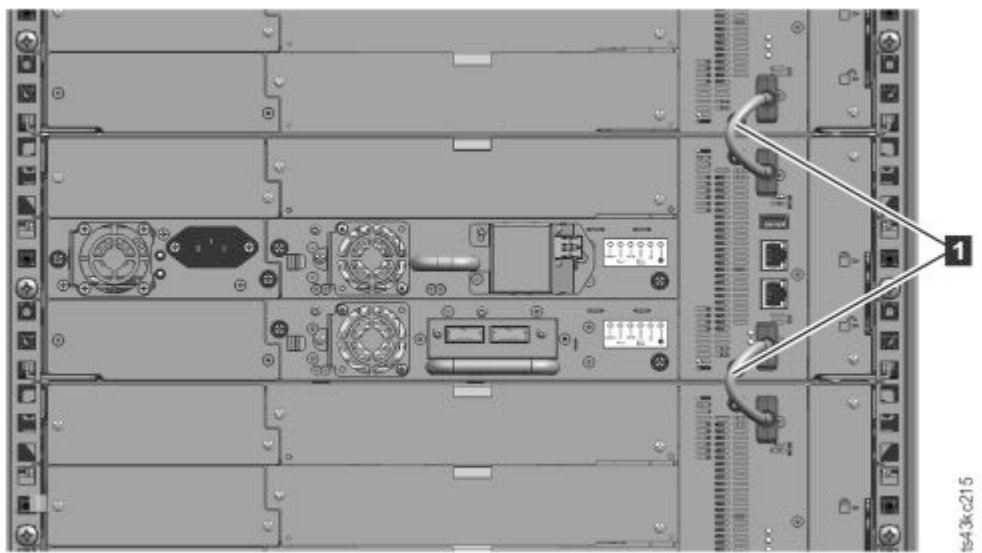

図 48. 接続されたモジュール
5. ライブラリーの背面から、各ペアのモジュールを、図 48 に示されているように、拡張相互接続ケーブル (**1**) を使用して隣接モジュールに接続します。